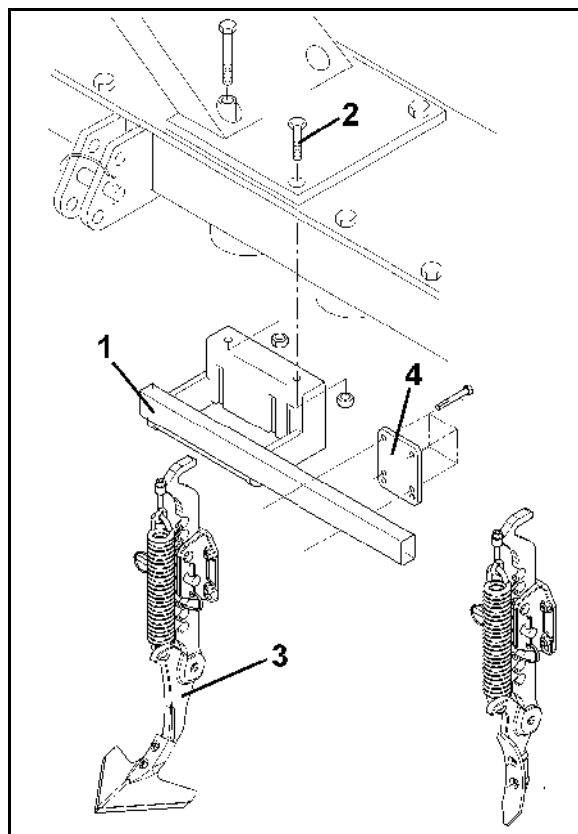

Bild 24
Markbearbetningsmaskinen kan användas med litet arbetsdjup om dessa djupa spår först avlägsnas med hjälp av hjulspåruppluckraren (Bild 24).
2. Skruva fast rörbalken (Bild 24/1) i markbearbetningsmaskinen med två lockskruvor (Bild 24/2).
3. Fäst spåruppluckraren (Bild 24/3) på rörbalken med hjälp av klämplatta (Bild 24/4) och skruvar.